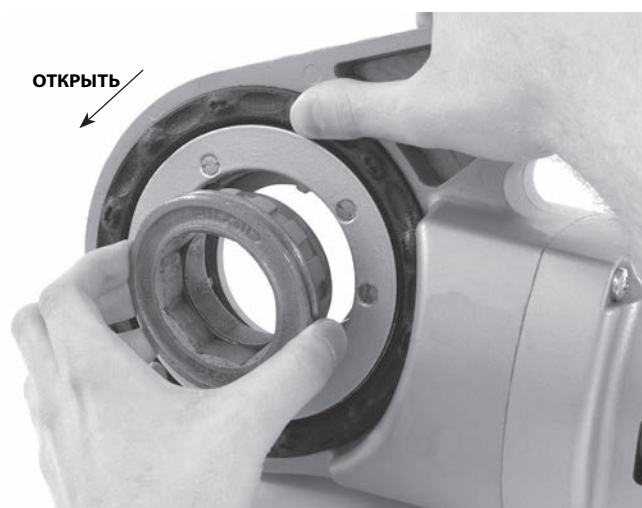

Рис. 8 – Установка переходника в силовой привод 690-I
- б. При необходимости вставьте переходник в силовой привод 690-I (Рис. 8).